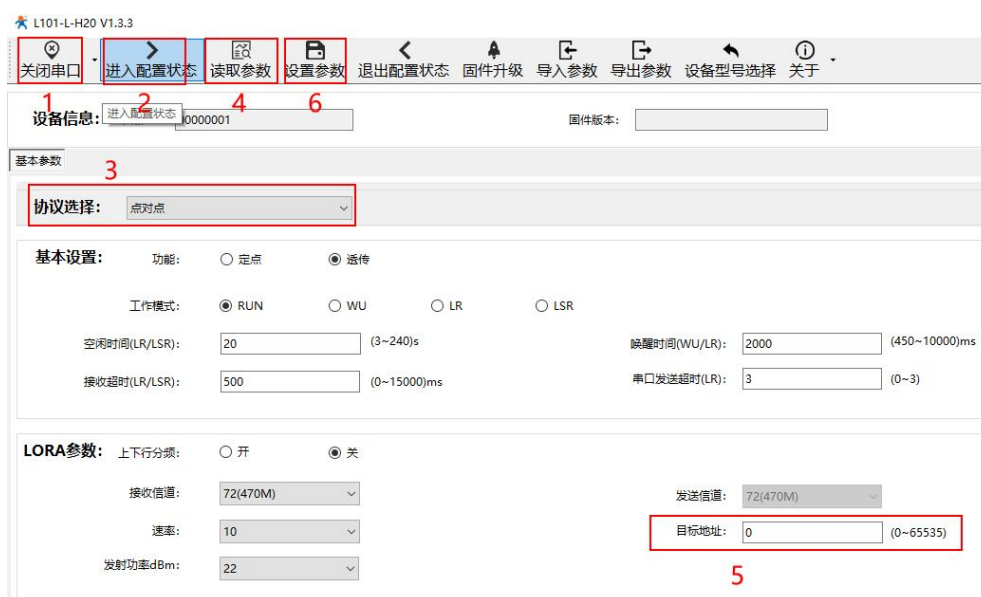

图 1 参数设置
① 使用串口分别将模块 A、B 接入 PC 机
② 打开 LoRa 设置软件 (如图 1), 选择 L101-L-H20, 依次执行打开串口(115200,8,1,NONE,NFC)、进入配置状态、选择点对点协议、读取参数、配置上表中的参数、设置参数, 成功后关闭 LoRa 设置软件。